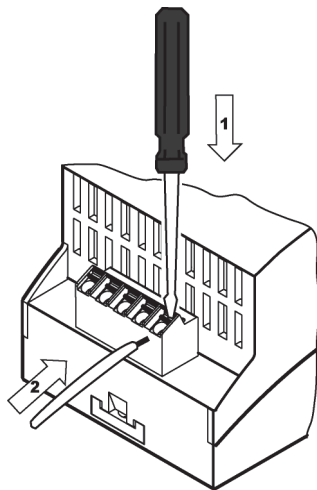

Рисунок 5.4 – Подсоединение провода к клемме
- отверткой нажимается подвижный элемент на клеммнике (см. рисунок 5.4);